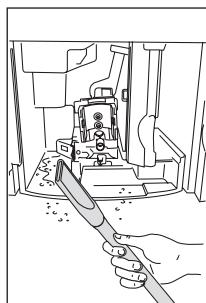

Fig. 38
- Îndepărtați reziduurile cu un aspirator (Fig. 38).